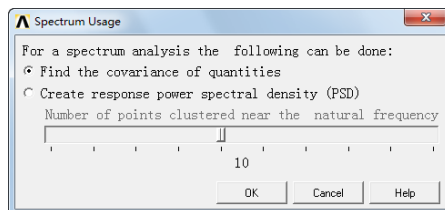
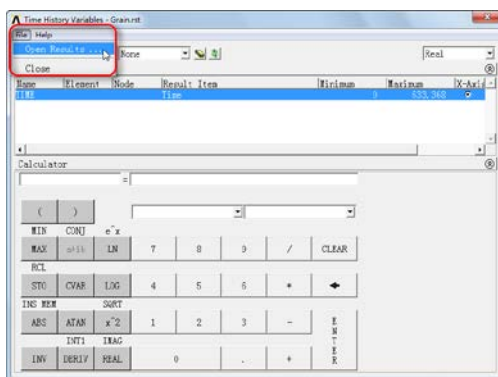
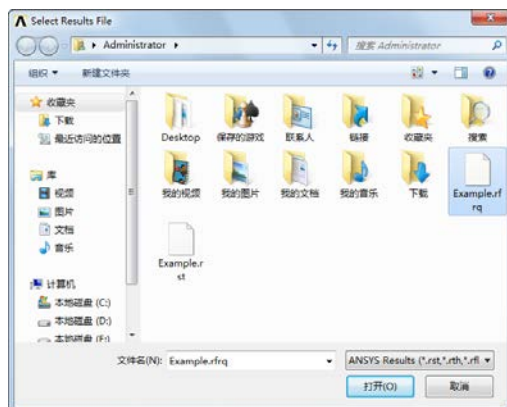
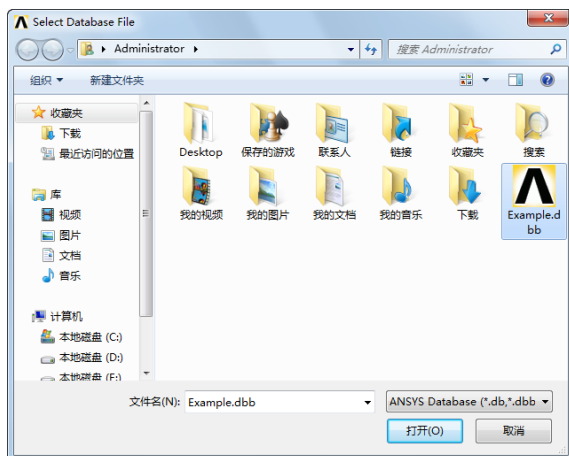

图 13-72 “Spectrum Usage”对话框
图 13-73 “Time History Variables”对话框(1)
图 13-74 读取结果
图 13-75 读取模型数据文件
①进入时间历程后处理：Main Menu > TimeHist PostPro, 弹出如图 13-72 所示的“Spectrum Usage”对话框, 单击“OK”按钮接受默认设置, 弹出如图 13-73 所示的“Time History Variables”对话框, 里面已有默认变量时间 (TIME)。
② 读入结果：单击 Time History Variables 对话框 File > Open Results，弹出读取结果对话框，如图 13-74 所示，在相应的路径下选择“spectrum.rfrq”文件，单击“打开”按钮，接着弹出如图 13-75 所示的对话框，选择模型数据文件“example13-3.db”。弹出如图 13-72 所示的对话框，单击“OK”按钮接受默认设置。回到“Time History Variables”对话框，注意看到，此时的默认变量已经由“TIME”变为“FREQ”。